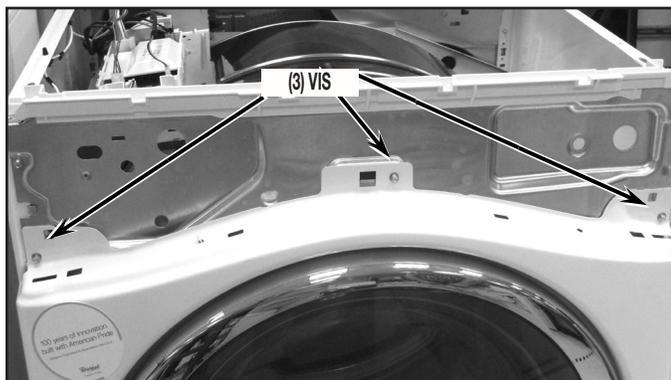

FIGURE 8
12. Ôter ensuite les trois (3) vis de fixation au sommet du panneau de façade - voir la Figure 8.